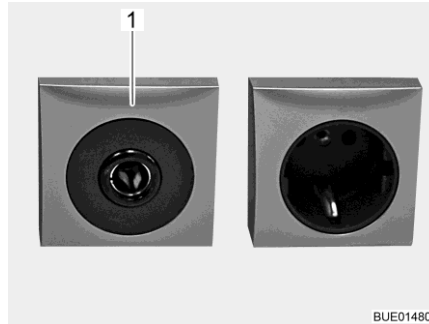

Fig. 119 Presa 12 V/10 A
- ▷ Alle prese (Fig. 119,1) della rete di bordo a 12 V, connettere solo apparecchi funzionanti al massimo a 10 A.